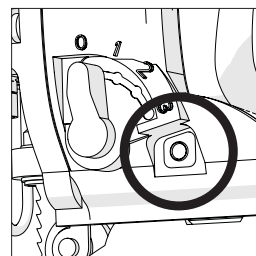

Fig. 12
- Împingeți glisiera de comandă a suflantei de aer complet spre dreapta (așa cum se vede din punctul de vedere al operatorului) (Fig. 12)